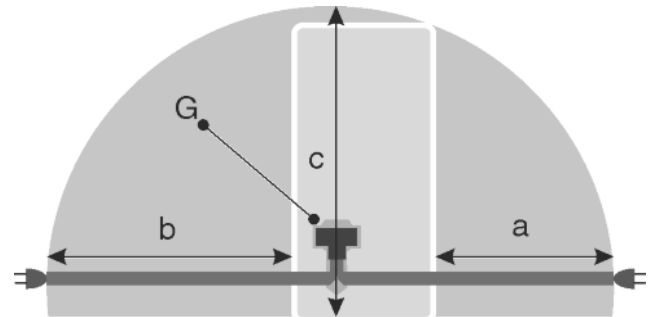

Fig. 26
- Розетка знаходиться за межами зони задньої стінки пристрою у заданому діапазоні *Fig. 26 (a, b, c)*.
- ▶ Штекер пристрою *Fig. 26 (G)* вставити на задній стінці пристрою. Слід звернути увагу на належну фіксацію.